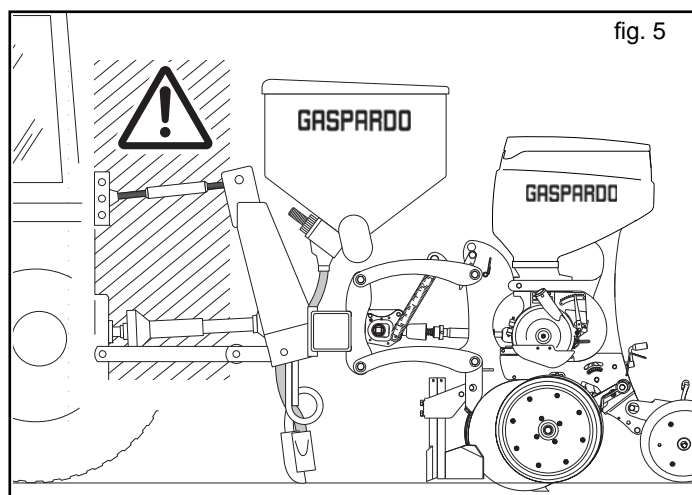

fig. 5
- 5) È assolutamente vietato interpersi fra il trattore e l'attacco per manovrare il comando dall'esterno per il sollevamento (Fig. 5).
- 6) È assolutamente vietato interpersi tra il trattore e l'attrezzatura (Fig. 5) con motore acceso e cardano inserito. È possibile interpersi solo dopo aver azionato il freno di stazio- namento ed aver inserito, sotto le ruote, un ceppo di bloccaggio di adeguate dimensioni.